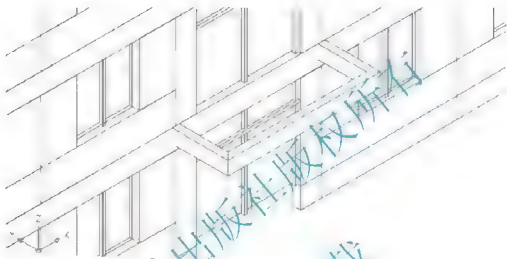
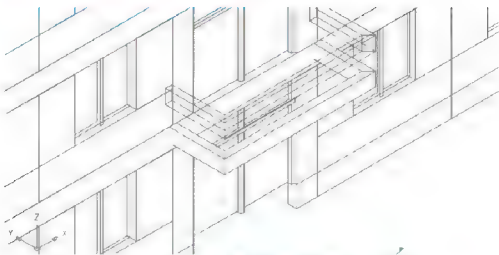

图 6.40 将二层的挑梁和封边梁移动就位
图 6.41 复制生成阳台扶手
- (1) 在命令行输入“M”后按 Enter 键,启动【移动】命令。
- (2) 在选择对象:提示下,选择刚才绘制的挑梁和封边梁。
- (3) 在指定基点或[位移(D)] 位移:提示下,在绘图区域单击任意一点作为移动的基点。
- (4) 在指定第二个点或 使用第一个点作为位移:提示下,输入“@0<0,3900”,表示将挑梁和封边梁向 Z 轴正方向移动 $3900(3300+600)\text{mm}$,结果如图 6.40 所示。
- (1) 启动【复制】命令(快捷键 CO)。
- (2) 在选择对象:提示下,选择如图 6.40 所示的挑梁和封边梁。
- (3) 在指定基点或[位移(D)] 位移:提示下,在绘图区域单击任意一点作为复制的基点。
- (4) 在指定第二个点或 使用第一个点作为位移:提示下,输入“@0<0,1100”,表示将挑梁和封边梁向 Z 轴正方向移动 $1100(900+200)\text{mm}$,结果如图 6.41 所示。
- (5) 修改阳台扶手的高度。